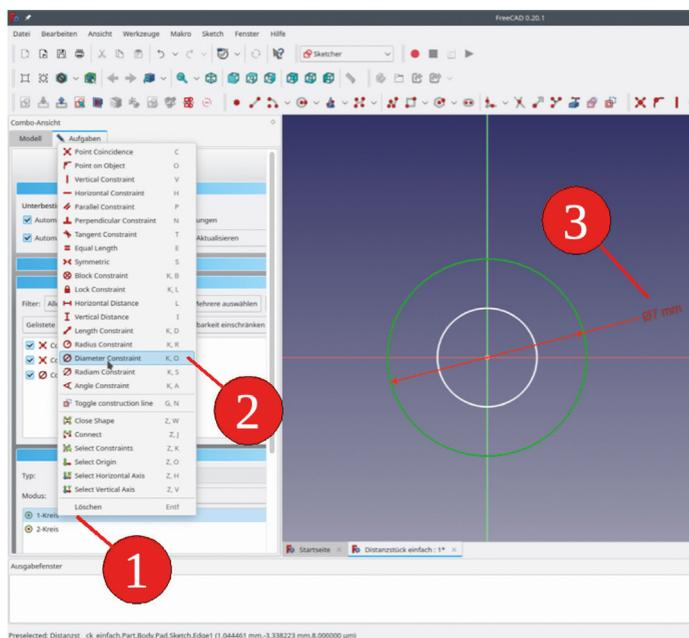

Bild 4-3
- 4.** Um die Einschränkungen festzulegen, klicken wir rechts auf den ersten Kreis. Dieser färbt sich dunkelgrün, um anzuzeigen, woran gearbeitet wird. Im oberen Teil des Kontextmenüs erschienen die Einschränkungen mit roten Symbolen (Bild 4-3).